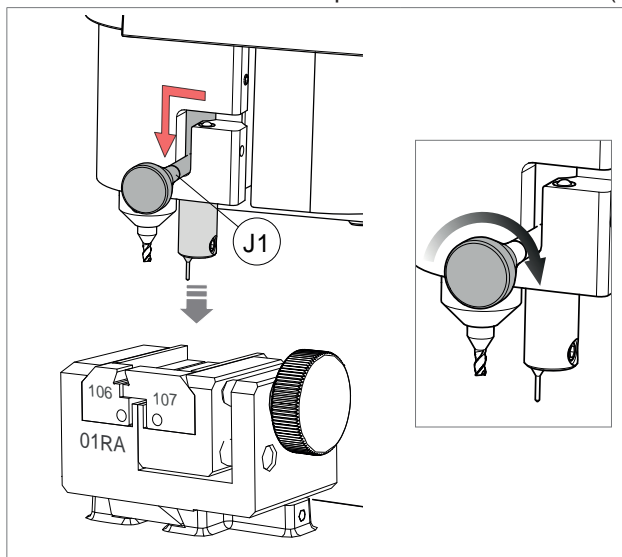

Fig. 49
• ACTIVATING THE TRACER 07T (Fig. 49)